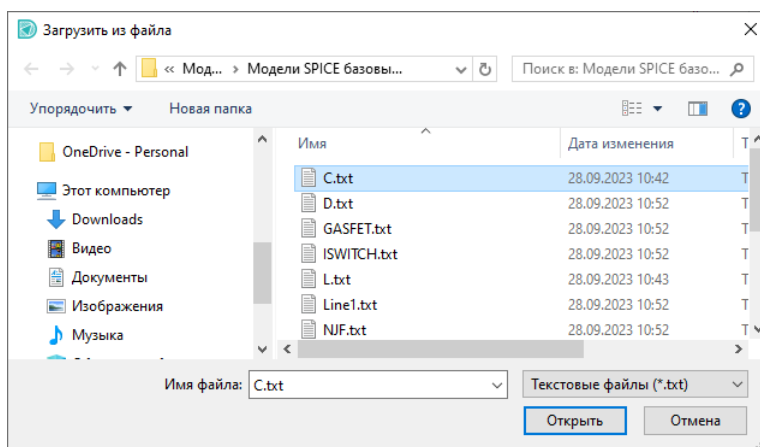

Рис. 23 Выбор файла SPICE-модели
5. В окне проводника выберите и откройте нужный файл SPICE-модели, см. Рис. 23.